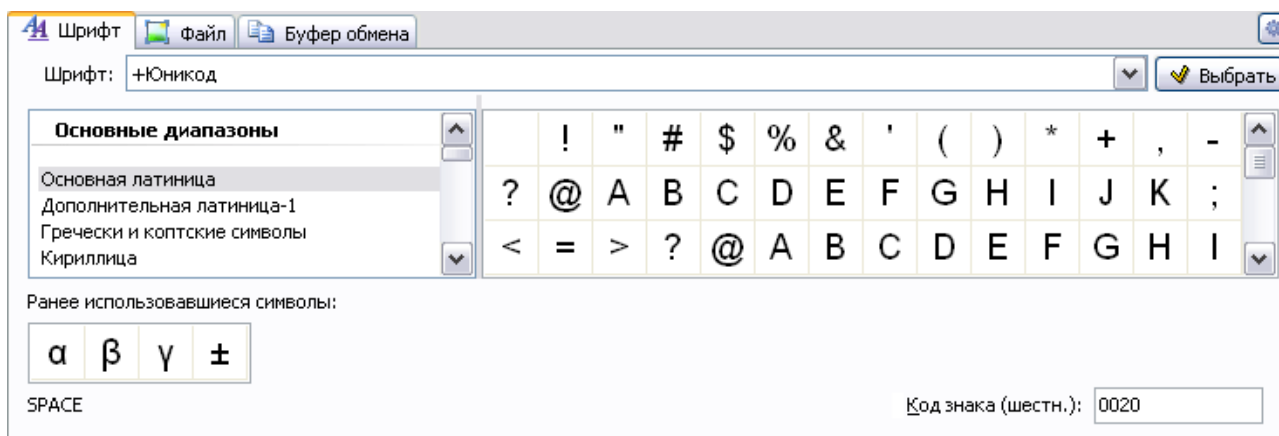

Рис. 5.19
- Выберите инструмент **Вставка символа** . После этого под инструментальными панелями откроется дополнительное окно (Рис. 5.19).